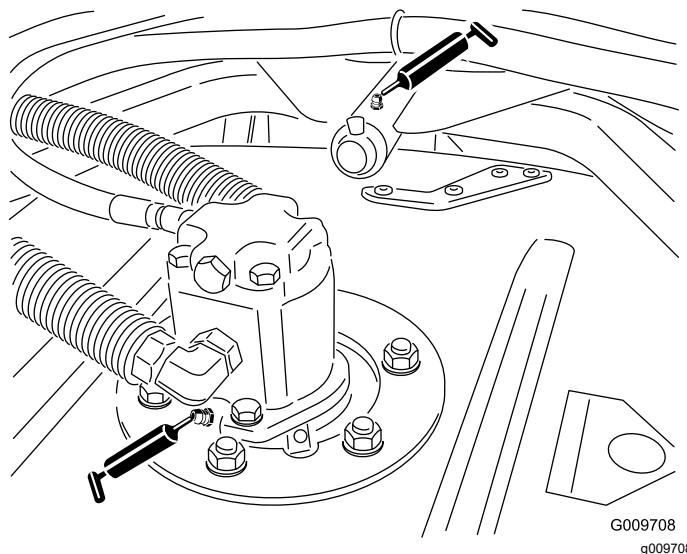

图 42
- 滚刀组铰轴轴承每个滚刀组2个如图42所示
- 滚刀组承载臂轴套每个滚刀组1个如图42所示